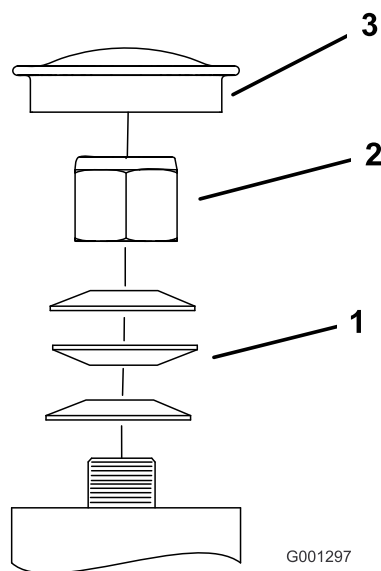

Figure 55
3. Retirez le capuchon antipoussière de la roue pivotante et serrez le contre-écrou (Figure 55).
4. Continuez de serrer le contre-écrou jusqu'à ce que les rondelles élastiques soient aplaties, puis desserrez-le d'un quart de tour pour obtenir la précharge correcte des roulements (Figure 55).
**Important:** Veillez à placer les rondelles élastiques comme montré à la Figure 55.
5. Reposez le couvre-moyeu (Figure 55).